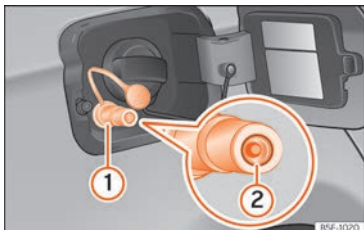

Fig. 265 Trappe à carburant ouverte : goulot de remplissage de gaz ①, serrure du goulot de remplissage ②.
- Enlevez le bouchon du goulot de remplissage de gaz » » fig. 265 ①.